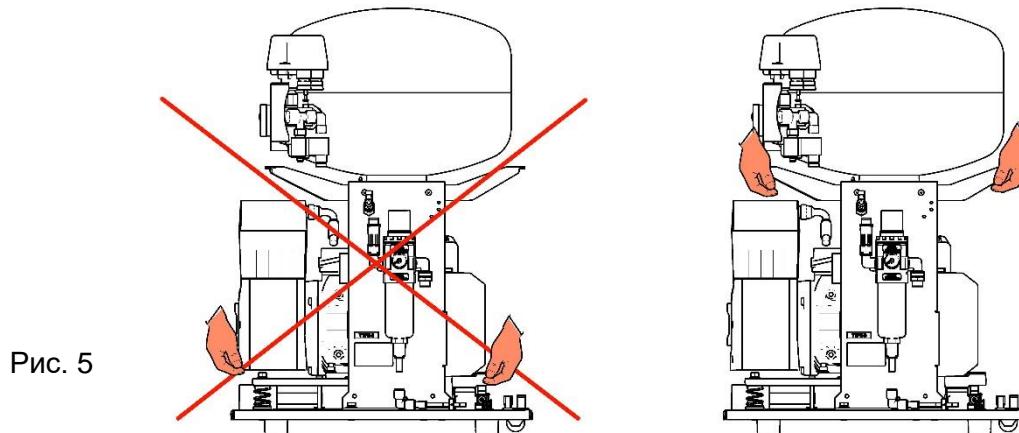

Рис. 5
- Расположите компрессор в месте будущей эксплуатации (рис. 5).